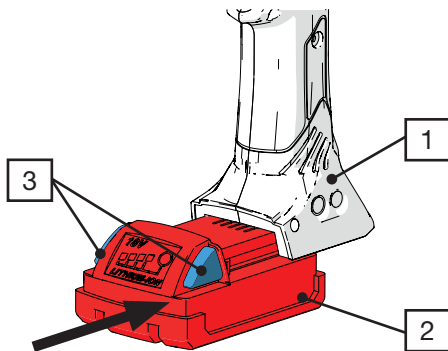

Fig. 11: Colocación de la batería
- Inserte la batería (Fig. 11/2) en las tenazas de contracción CP 10 / CP 20 / CC 20 (Fig. 11/1) hasta que se enclave de forma segura.
La pila queda colocada cuando es posible mover los botones (Fig. 11/3) y se escucha un ruido de clic.